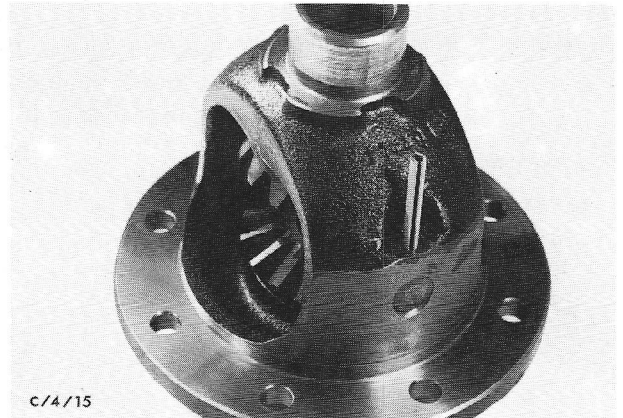

Fig.31 Borgpen van de satellietenas.
as uit het huis (fig.31). Verwijder de satellietenas,
13. Bevestig de satellietenas met de borgpen (fig.31).